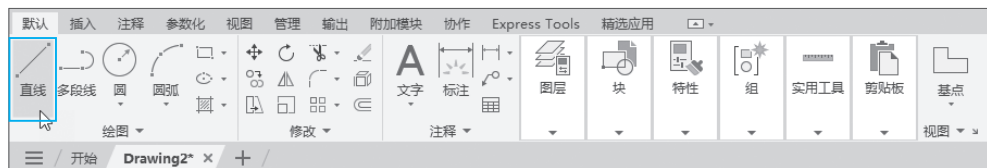

图 1-40
(1) 功能区。单击所需的命令按钮即可执行该命令，然后根据命令行提示完成绘图操作，如图1-40所示。